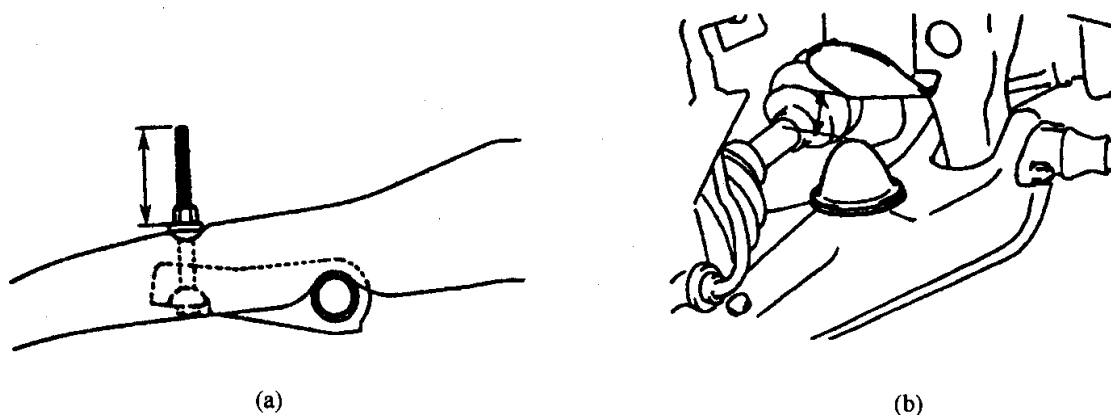

图7-34测量悬架行程限位挡块之间的距离
②装配完毕后，调整悬架行程限位挡块之间的距离。先按图7-34(a)拧紧调整螺母，使螺栓的凸出长度小于80 mm。在空车状态下，测定悬架行程限位挡块之间的距离见图7-34(b)，其标准值为21~23 mm，否则用调整螺母进行调整。